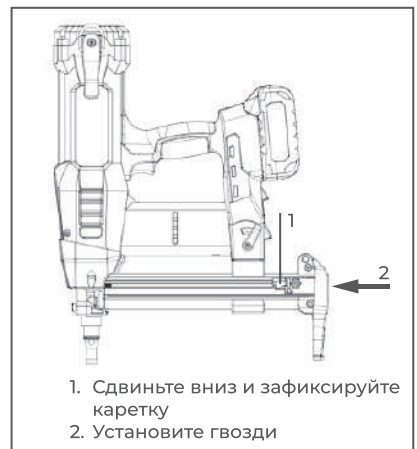

РИС. 3
3. Потяните за ручку каретки назад, чтобы зацепить каретку за кассету гвоздей, ослабьте ручку механизма подачи, каретка подачи гвоздей автоматически прижмется к гвоздям (Рис. 3).